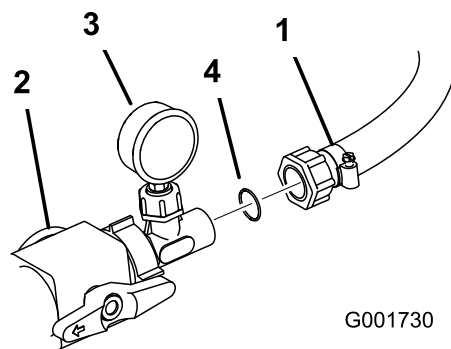

図 17
18. リール・アセンブリに通ずるホースと水圧計アセンブリとの間にプラスチック製の O リングを入れる。ホースをアセンブリに接続する（図 17）。ホースについているプラスチック製ナットを締め付けて、ホースを水圧計アセンブリに固定する。